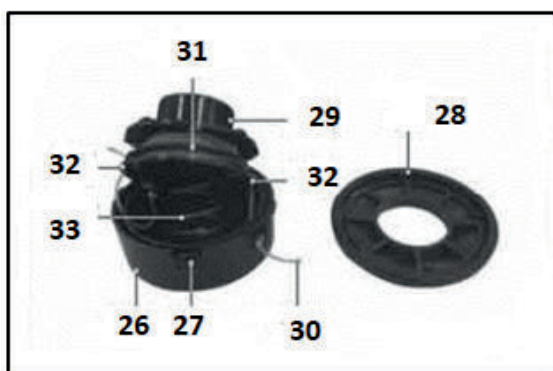

Рис.12.
Рис.12а
• Удерживая одной рукой катушку (26) нажмите на защелку (27), другой рукой поверните крышку (28) и разберите катушку.
- Извлеките шпульку (29) и удалите остатки лески (30) (Рис.12).
- Зацепите петлю лески за технологическое отверстие (31) на среднем ребре шпульки (29).
- Намотайте леску (30) в два ручья в направлении указанном на шпулке (29) стрелкой (Рис.12а).
- Закрепите концы лески (30) длиной 10-15 см в пазы (32) на шпулке (29) (Рис. 12 и 12b).
- Установите пружину (33) и пропустите концы лески (30) в отверстия на корпусе катушки (26). Установите шпульку (29) в корпус катушки (26) (Рис.12с).
- Установите крышку (28) катушки совместив отверстия на ней с пазами на корпусе катушки (26). Поворотом крышки (28) зафиксируйте катушку (26) в собранном состоянии.
- Потяните за оба конца лески (30) для освобождения ее из удерживающих пазов (32) шпульки (29).